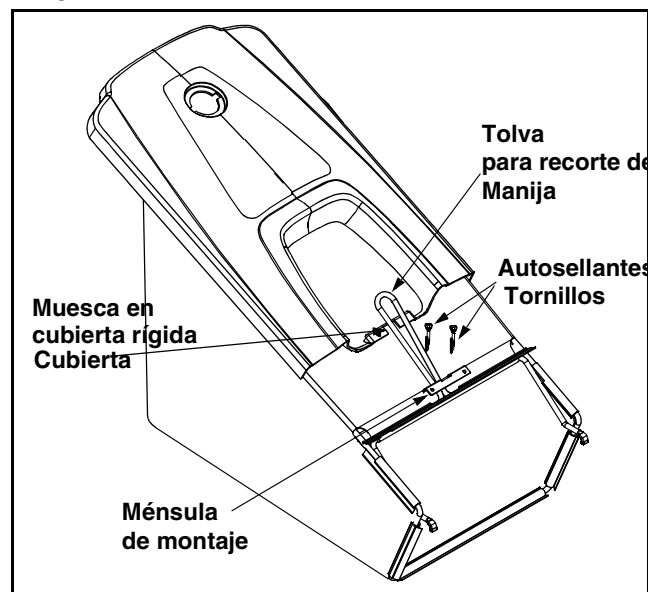

Figura 8
- Coloque la ménsula de montaje mirando hacia abajo entre el frente de la manija y el frente de la cubierta rígida de modo que los orificios en la cubierta se alinean con los orificios en la ménsula. Inserte los tornillos autosellantes hacia abajo en la cubierta rígida y la ménsula de montaje. Ver Figura 8.